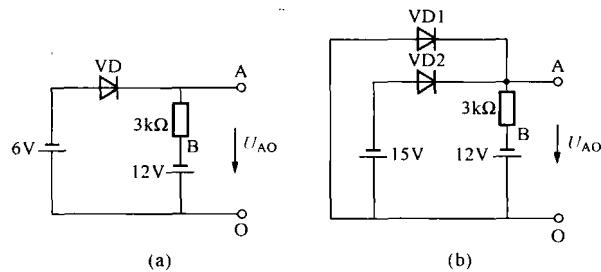

图 1-3 例 1-6 图
**【例 1-6】** 二极管电路如图 1-3 所示, 判断图中的二极管是导通还是截止, 并求出 AO 两端的电压  $U_{AO}$ 。
1-3 (a) 中设 O 点为公共参考点, 二极管正极电位  $-6V$ , R 的一端 B 点接  $-12V$ , 所以二极管 VD 是正偏 (导通),  $U_{AO} = -6V$ 。同理, 图 1-3 (b) 中 VD1 导通, VD2 截止,  $U_{AO} = 0$ 。利用二极管的导通与截止, 接通或断开电路, 相当于开关, 所以称这种电路为开关电路。